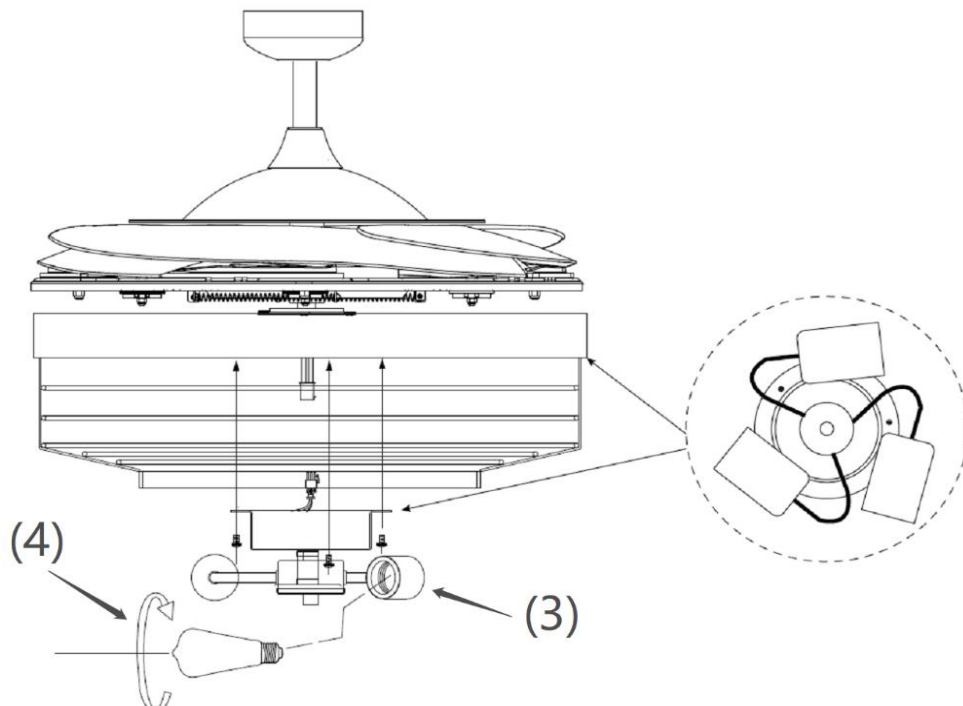

Fig. 7
INSTALACIÓN DE LA LÁMPARA (Fig. 6 y Fig. 7)
2. Gire la lámpara en el sentido antihorario hasta que los tornillos de cabeza ranurada estén correctamente posicionados en los extremos de las ranuras (2).
3. Vuelva a apretar el tornillo (1) al soporte de la pantalla. Apriete los tres tornillos. No apriete en exceso.
4. Conecte el conector rápido a la parte del portalámparas (3). (Fig. 7)
5. Asegure el soporte de la pantalla (3) al soporte de la lámpara apretando los 3 tornillos. No apriete en exceso.
6. Instale las bombillas (4) en el portalámparas. No exceda la potencia nominal máxima.